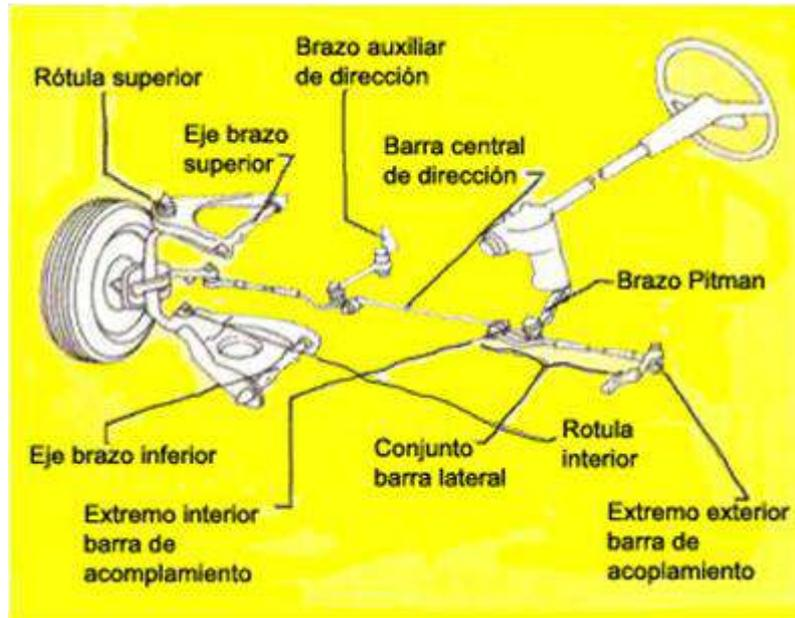

Fig. 21
**2.2. EL SISTEMA DE DIRECCIÓN SE COMPONE DE LOS SIGUIENTES ELEMENTOS Fig. 21 y 22.**